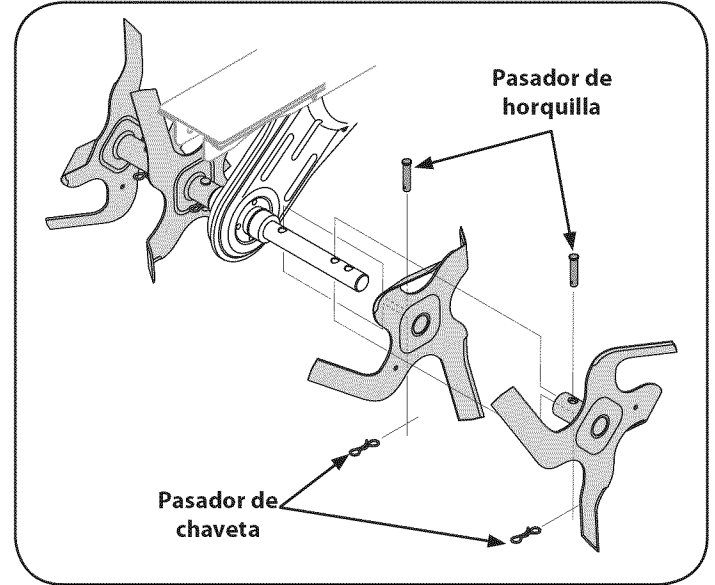

Figura 29
1. Para retirar un conjunto de dientes, simplemente saque el pasador de chaveta asegurando el pasador de horquilla para cada diente. Vea la Figura 29.